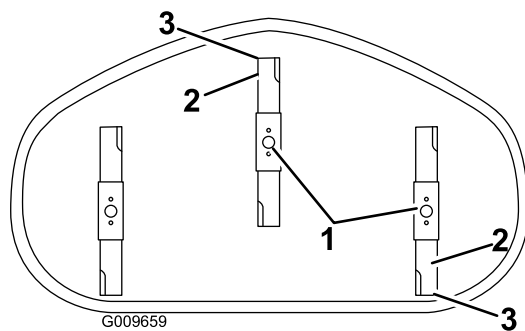

Figure 61
3. Faites pivoter les lames avec précaution pour faire passer les pointes avant à l'arrière (Figure 61).
4. Mesurez la distance entre la pointe de la lame avant et la pointe de la lame arrière par rapport à la surface plane (Figure 61). Si la pointe avant de la lame n'est pas de 1,6 à 7,9 mm (1/16 à 5/16") plus basse que la pointe arrière, poursuivez la procédure de mise à niveau du tablier de coupe.